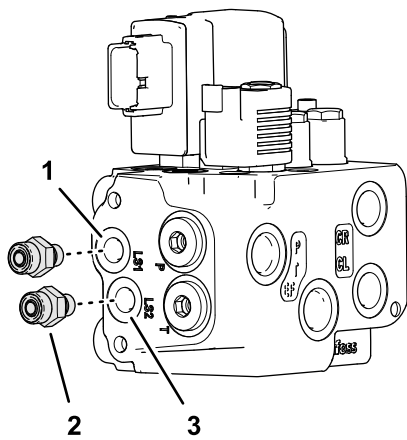

Bild 78
- Montieren Sie beiden geraden Hydraulikanchlussstücke (-6 x 12 mm) in das EHI-Lenkventil (Bild 78) wie folgt: